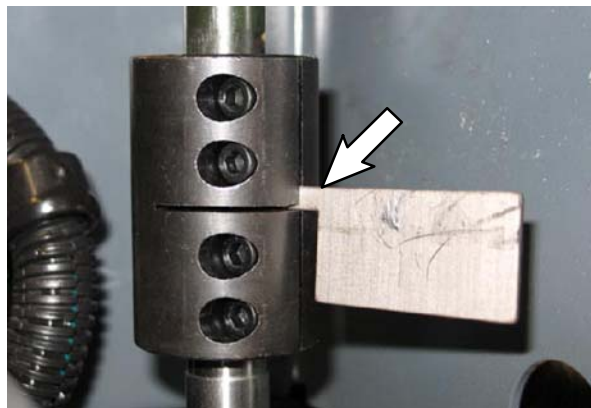

ABB. 40
14. Heben Sie den Lenkschaft (1) an und führen Sie die Unterlegscheibe (2) wieder in die Lenkverbindung ein (3). (Abb. 40)